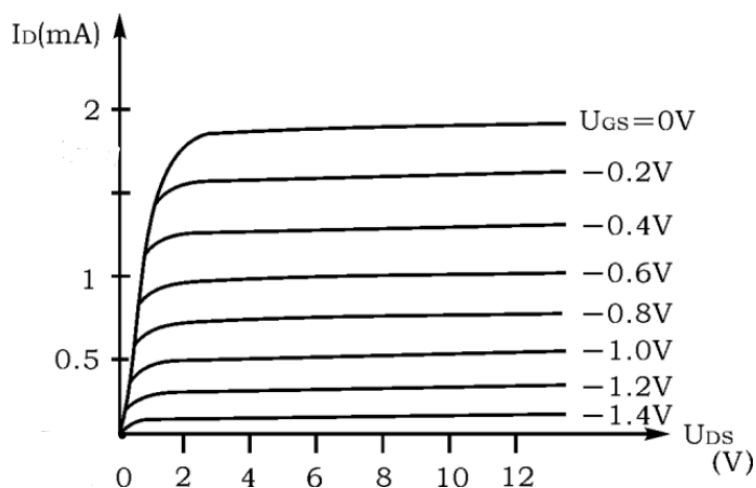

图 1: Figure example 1
(1) 场效应管是一种电压控制器件，通过栅极电  $u_{GS}$  来控制漏极电流  $i_D$ ，从场效应管的输出特性上可以看出，各条不同输出特性曲线的参数变量是  $u_{GS}$ ，在恒流区， $i_D$  的值主要取决于  $u_{GS}$ ，而基本与  $u_{DS}$  无关，如图 1 所示，并通过跨导  $g_m = \left. \frac{\Delta i_D}{\Delta u_{GS}} \right|_{u_{DS}=\text{constant}}$  来描述场效应管的放大作用。
(2) 场效应管的栅极几乎不取电流，所以其输入电阻非常高，结型场效应管一般在  $10^7$  以上
(3) 场效应管用一种极性的多数载流子导电，因此具有噪音小，受外界温度辐射影响小